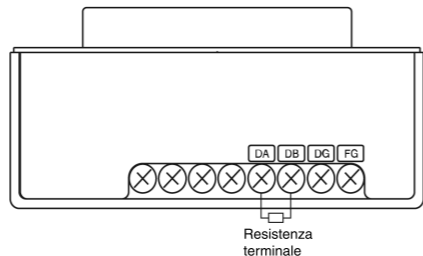

Fig.3
- La resistenza terminale appropriata differisce a seconda del cavo CC-Link utilizzato (fare riferimento alla tabella ed alla Fig. 3 qui sotto). La linea schermata del cavo dedicato CC-Link dovrebbe essere collegata al terminale "FG" dell'unità SI.